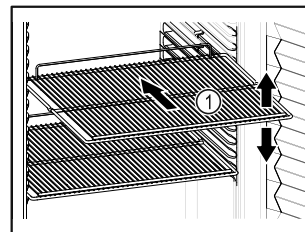

Fig. 59 Voorbeeld
- Indien de legroosters Fig. 59 (1) verplaatsbaar zijn, deze aan de hoogte aanpassen.